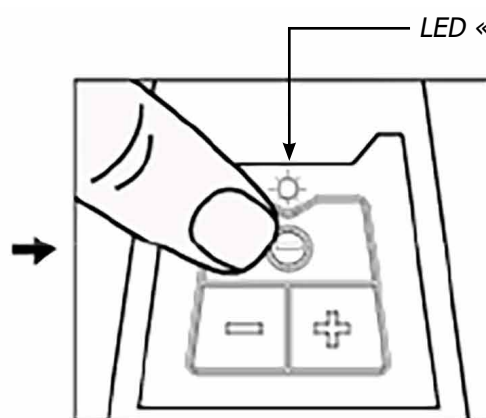

Fig. 2
2. Appuyez sur la touche marche / arrêt «0» sur la plaque de bouton pour allumer la ponceuse. L'indicateur LED indique la couleur «verte flash» après la mise en marche de la ponceuse (Fig. 2).